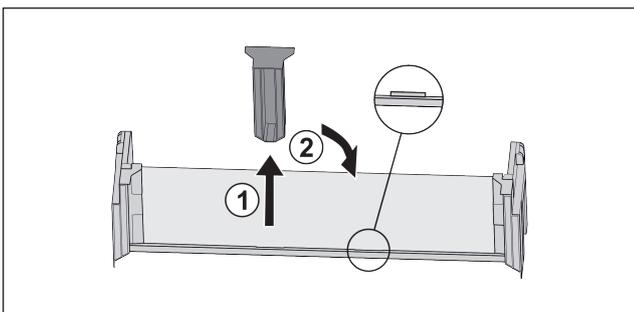

Fig. 124
- ▶ Estrarre l'elemento di supporto centrale Fig. 124 (1).
- ▶ Inserire l'elemento di supporto centrale sulla seconda posizione Fig. 124 (2).